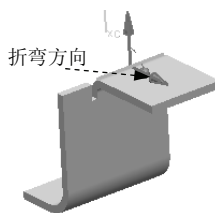

图 4.1.15 折弯方向
Step4. 定义折弯属性和参数。在“折弯”对话框 **折弯属性** 区域的 **角度** 文本框中输入 90，单击“反侧”按钮 ，使折弯方向如图 4.1.15 所示，在 **内嵌** 下拉列表中选择 **材料内侧** 选项；取消选中  **延伸截面** 复选框；在 **折弯参数** 区域中单击 **折弯半径** 文本框右侧的  按钮，在弹出的菜单中选择 **使用本地值** 选项，然后在 **折弯半径** 文本框中输入 5。